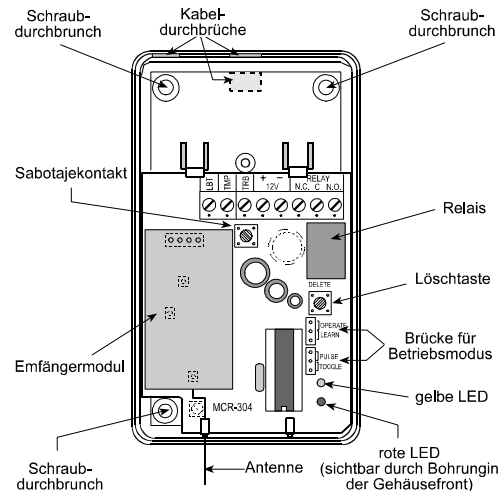

Abb. 2: MCR-304 im geöffneten Zustand
- Halten Sie den Gehäuseboden an den vorgesehenen Montageort. Benutzen Sie diesen als Bohrschablone (die Schraubdurchbrüche sind in Abb.2 dargestellt).